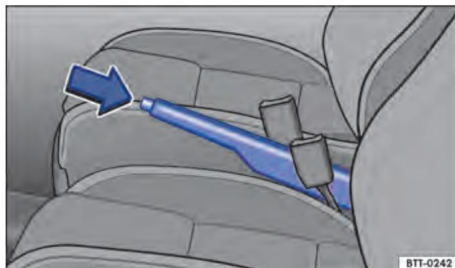

Figure. 101 Entre les sièges avant : levier de frein de stationnement.
- Tirez le levier du frein de stationnement vers le haut en appuyant sur le bouton de verrouillage → fig. 101 (flèche).
- Tirez le levier du frein de stationnement légèrement vers le haut et appuyez sur le bouton de verrouillage → fig. 101 (flèche).